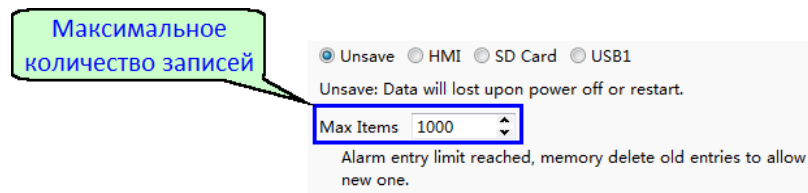

Рисунок 128 - Настройка сохранения сообщений
3. Настройка сохранения сообщений. В данном разделе выбирается место сохранения и объем накапливаемых данных. Если выбран вариант "Не сохранять" данные записываются в оперативную память и не сохраняются при отключении питания панели. При достижении максимального значения записей, самые старые записи будут автоматически удаляться при наступлении новых событий (рисунок 128).